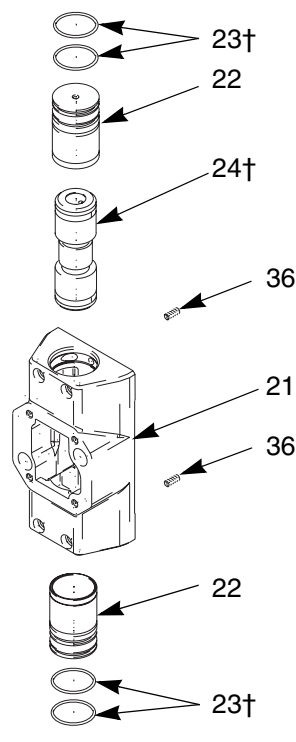

Fig. 7. Conjunto del pistón de la válvula de aire
3. Retire los tornillos de fijación (36). Desarme el conjunto del pistón. Vea FIG. 7.